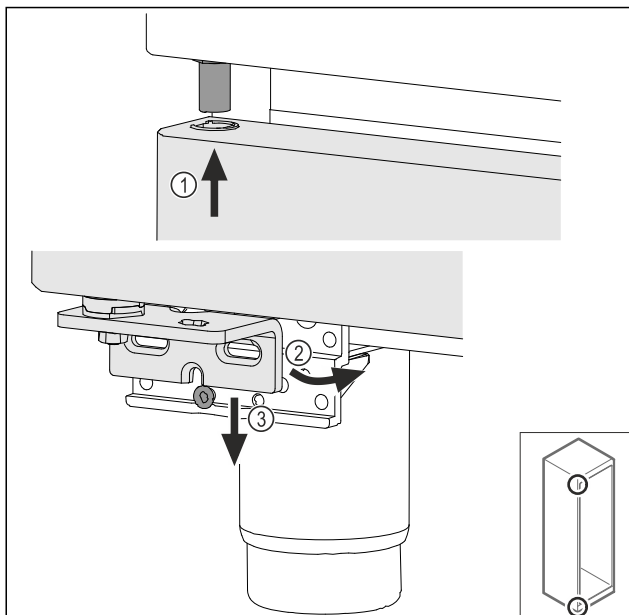

Fig. 43
- ▶ Nałożyć lekko przechylone drzwi Fig. 43 (1), ustawić drzwi prosto Fig. 43 (2) i założyć od dołu na śrubę płytki zawiasu Fig. 43 (3).